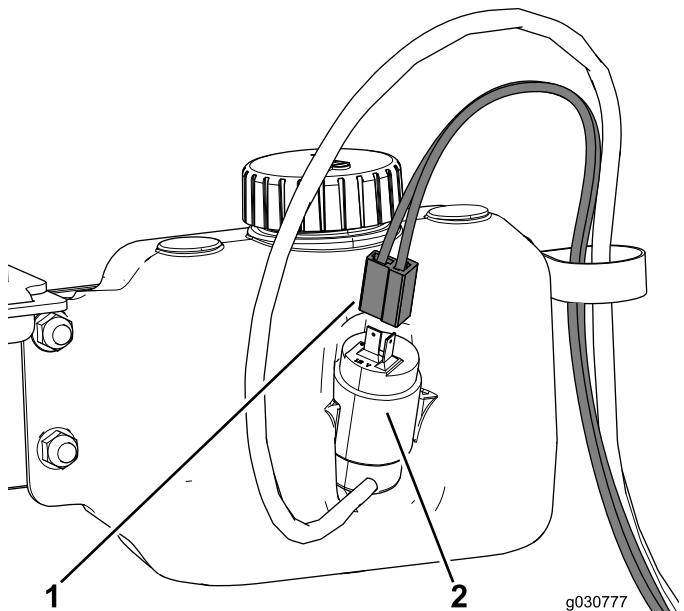

Figura 50
4. Encaminhe a cablagem da garrafa lavadora através do grampo em R e ligue-o à garrafa (Figura 50).